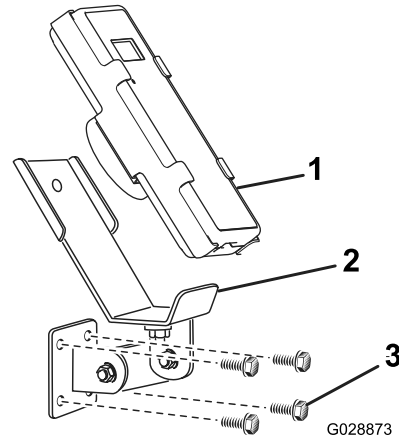
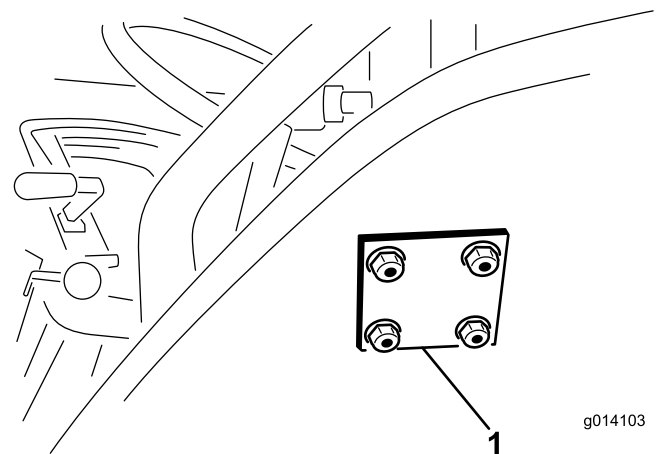

Bild 14
Bild 15
3. Befestigen Sie die Befestigungshalterung und die Rückplatte mit vier Bundkopfschrauben (5/16" x 1 1/2") und Bundmutter (Bild 14 und Bild 15).